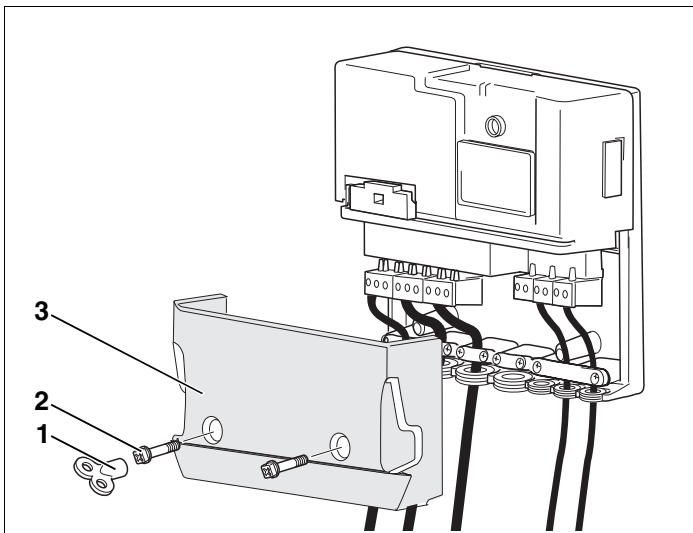

Abb. 5 Klemmenabdeckung montieren
- Klemmenabdeckung (Abb. 5, **Pos. 3**) aufsetzen.
- Kreuzschlitzschrauben (Abb. 5, **Pos. 2**) entweder mit einem Kreuzschlitz-Schraubendreher oder mit einem Entlüftungsschlüssel (Abb. 5, **Pos. 1**) anziehen.